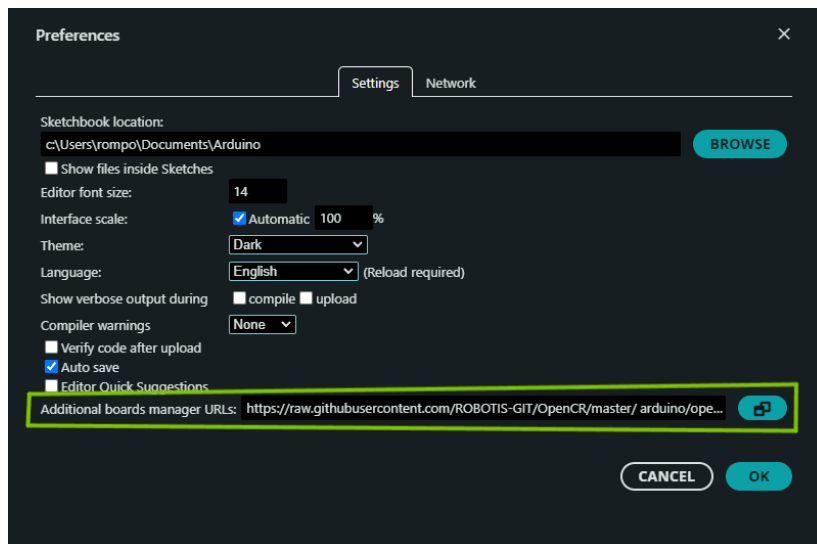

Figura 13: Pegar URL
3. En el campo “**Additional boards manager URLs**”, pegar la siguiente URL (Figura 13):